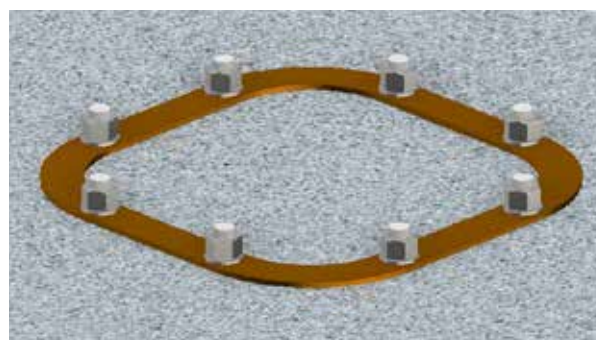

fig.21
3. Hunda la placa así preparada en la colada del plinto teniendo cuidado de que la placa superior permanezca en el filo del suelo (fig. 21). Proteja los roscados de los tirafondos para evitar que se dañen.